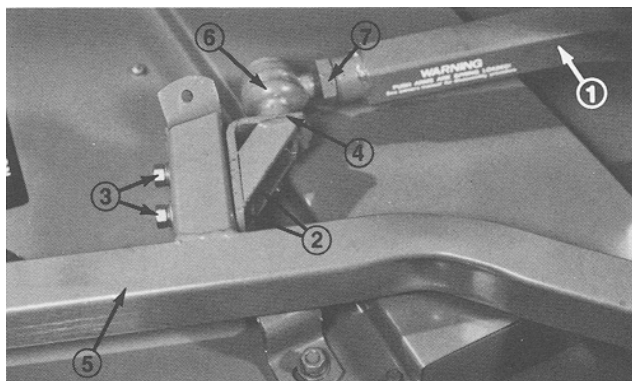

Figure 27
6. Demandez à quelqu'un de pousser le bras de poussée gauche vers le bas pendant que vous retirez les vis d'assemblage, les rondelles plates, les rondelles-frein et les écrous fixant le support de rotule au support de montage du plateau de coupe (Fig. 27). L'autre personne peut ensuite laisser prudemment le bras de poussée remonter, de façon à libérer progressivement les 667 N de tension du ressort.